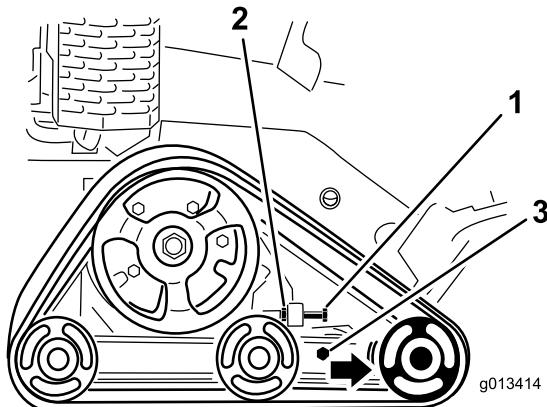

Figure 45
3. Desserrez l'écrou de blocage sur le boulon de réglage de tension de la chenille et les boulons de serrage du bras de tension (Figure 45).
4. Serrez le boulon de réglage de tension à un couple de 32,5 à 40 Nm (24 à 30 pi-lb) pour tendre la chenille (Figure 45).
4. Desserrez le boulon de réglage de tension et l'écrou de blocage (Figure 45).
5. Desserrez les boulons de serrage (Figure 45).